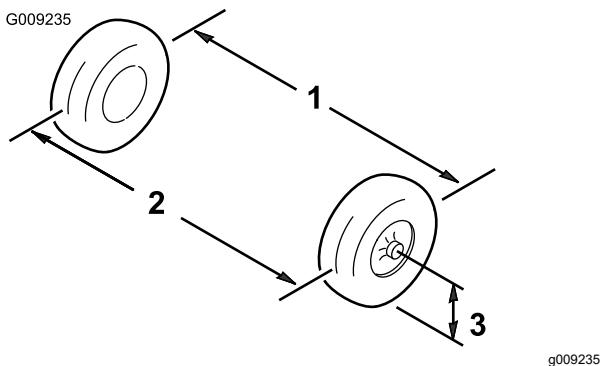

図 47
1. 前輪の前と後ろで、左右のタイヤの中央線距離を測る計測はアクスルの高さで行う(図 47)。